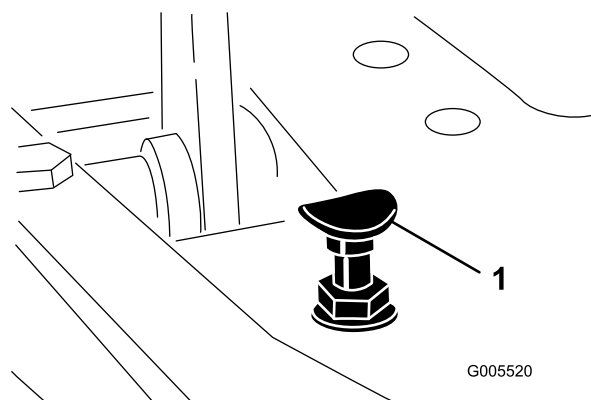

Figura 53
Para obter a velocidade máxima de transporte, engate a alavanca de controlo de função na posição de transporte e carregue para baixo no pedal de tração. Se o pedal entrara em contacto com o batente (Figura 53) antes de se sentir tensão no cabo, é necessário efetuar um ajuste:
1. Ponha a alavanca de controlo de função na posição de transporte e liberte a porca de bloqueio que fixa o batente do pedal à placa inferior (Figura 53).